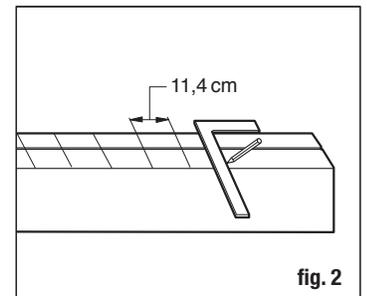

fig. 2
**Étape 2:** Coupez les traverses supérieure et inférieure (5,08x10,16 cm [2x4 po]) à la bonne longueur et serrez-les ensemble avec une pince. En partant du centre, faites une marque tous les 11,43 cm (4-1/2 po) sur les traverses supérieure et inférieure (Fig. 2).
**Étape 2:** Attachez les traverses supérieure et inférieure ensemble au moyen d'une pince, la traverse supérieure de 5,08x10,16 cm (2x4 po) étant inversée. Positionnez les traverses tel qu'illustré et faites une marque tous les 13,97 cm (5-1/2 po), en allant du centre aux extrémités des traverses (Fig. 2).